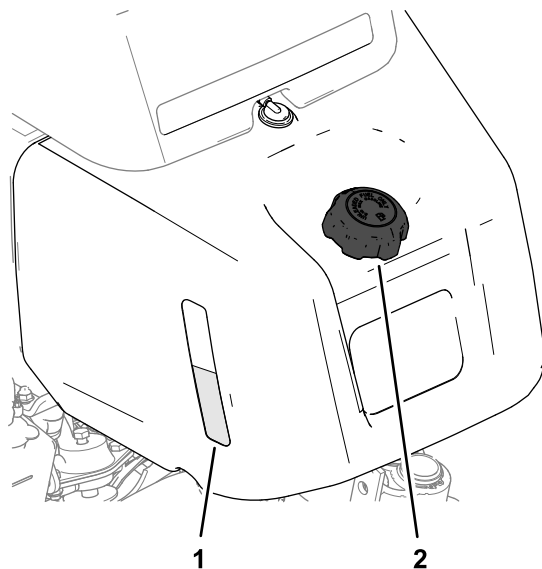
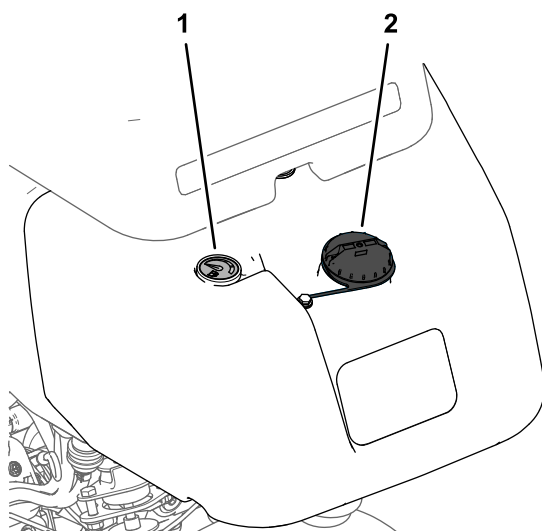

図 20
図 21
1. 燃料キャップの周囲をきれいに拭いてキャップを外す 図 20 または 図 21。